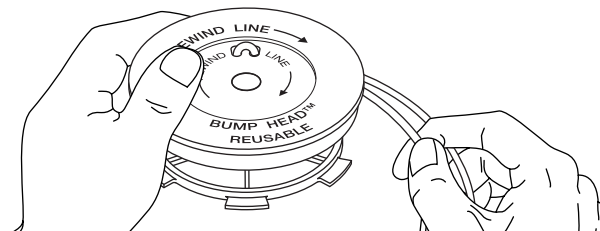

Fig. 20
7. Bobine las líneas en capas parejas y ajustadas sobre el carrete (Fig. 20). Bobine la línea en la dirección indicada en el carrete interior. Coloque su dedo índice entre las dos líneas para evitar que se superpongan. No superponga los extremos de la línea. Proceda al paso 11.